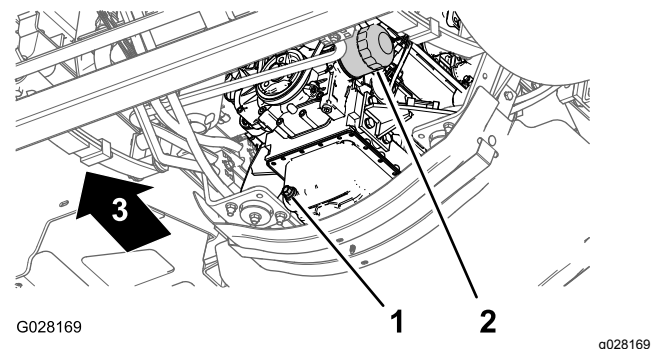

Figura 70
3. Allineate una bacinella di spurgo sotto il filtro dell'olio motore (Figura 70).
4. Togliete il vecchio filtro dell'olio (Figura 70).
8. Montate il filtro dell'olio nell'adattatore del filtro, giratelo in senso orario finché la guarnizione di gomma non sfiora l'adattatore, quindi serrate il filtro di un altro 1/2 giro (Figura 70).
1. Allineate una bacinella di spurgo sotto il tappo di spurgo (Figura 70).
2. Rimuovete il tappo di spurgo e lasciate che l'olio venga spurgato completamente (Figura 70).